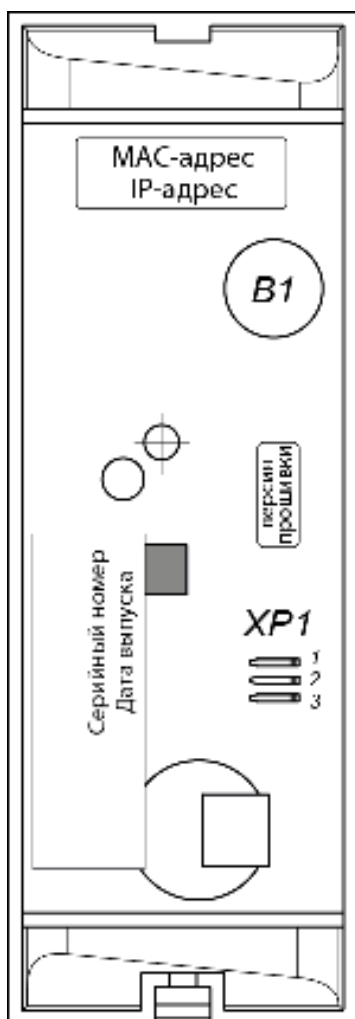

Рисунок 1. Внешний вид тыльной стороны контроллера
Выбор способа задания IP-адреса контроллера осуществляется установкой или снятием перемычки (джампера) на разъеме *XP1* на тыльной стороне контроллера. Расположение разъема указано на рис. 1.
Контроллер имеет маркировку в виде этикетки, расположенной на тыльной стороне корпуса. Расположение этикетки и других наклеек показано на рис. 1. На этикетке нанесены наименование, серийный номер и дата изготовления изделия.
6. Выберите способ задания IP-адреса контроллера (см. разд. 5.5) и при необходимости установите перемычку (джампер) на разъем *XP1* согласно табл. 2. Расположение перемычки указано на рис. 1.